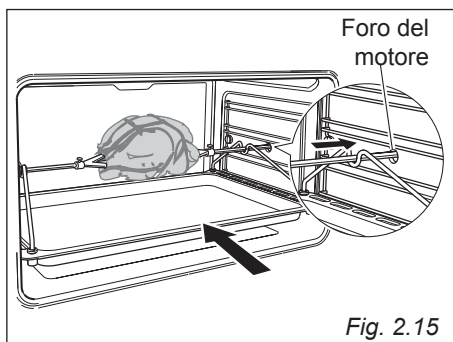

Fig. 2.15
**4. Mettere il girarrosto nel forno (fig. 2.15).**